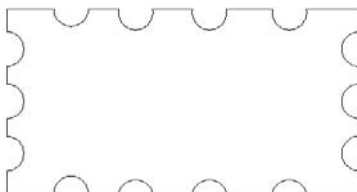

Figure 3.72
3. Tapez la commande **Soustraction**, sélectionnez le rectangle et validez. Sélectionnez ensuite les objets à soustraire, ici tous les cercles, puis validez (voir Figure 3.72).